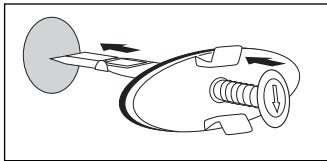

Abb. 1
- Bei runden Überläufen, drücken und halten Sie den Spannstift, so dass sich der Verriegelungshebel so klappen lässt, dass er in Verlängerung mit dem Spannstift steht (Abb. 1).